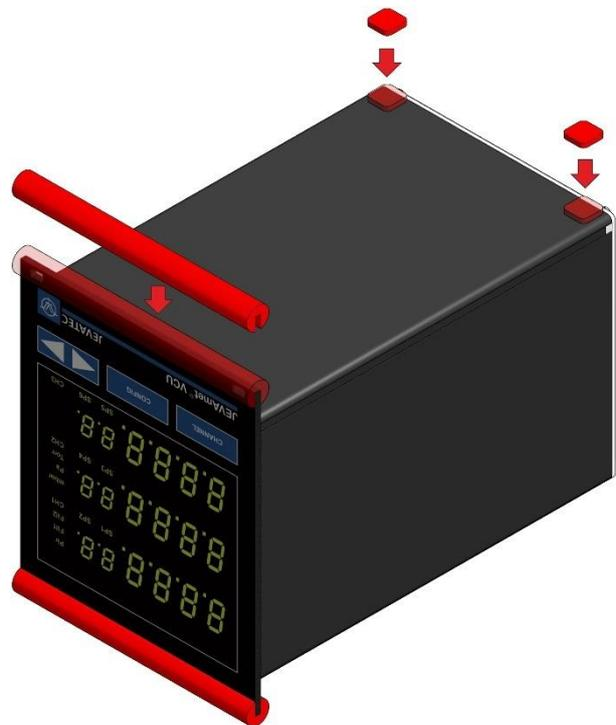

Abbildung 8 – Vorbereitung der Geräteunterseite zur Verwendung als Tischgerät
- Legen Sie das JEVAmet® VCU auf den Rücken (🔗📖 Abbildung 8, Seite 23)